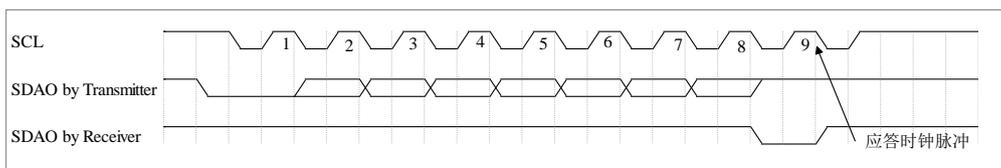
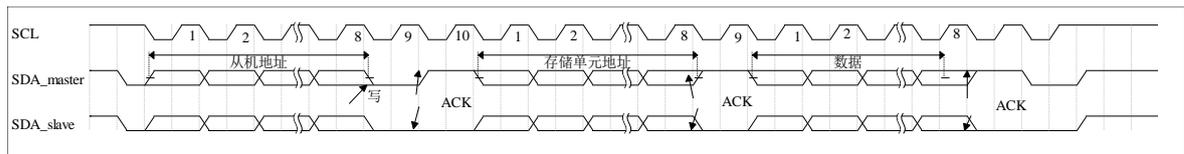
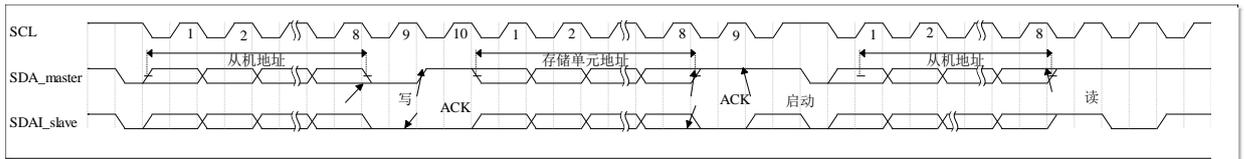
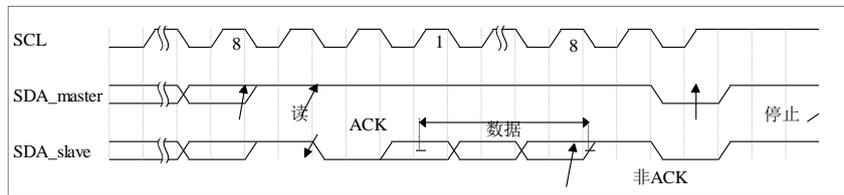

图 12-2 I2C 总线上应答时序图
图 12-3 I2C 写数据时序图
图 12-4 I2C 读指定地址数据的时序图 1
图 12-5 I2C 读指定地址数据的时序图 2 (时序接着上图)
- (1) 总线非忙状态 (A 段)：该段内的数据线 (SDA) 和时钟线 (SCL) 都保持高电平。
- (2) 启动数据传输 (B 段)：当时钟线 (SCL) 为高电平状态时，数据线 (SDA) 由高电平变为低电平的下降沿被认为是“启动”信号。只有出现“启动”信号后，其它的命令才有效。
- (3) 停止数据传输 (C 段)：当时钟线 (SCL) 为高电平状态时，数据线 (SDA) 由低电平变为高电平的上升沿被认为是“停止”信号。随着“停止”信号的出现，所有的外部操作都结束。
- (4) 数据有效 (D 段)：在出现“启动”信号后，在时钟线 (SCL) 为高电平状态时，数据线是稳定的，这时数据线的状态就是要传送的数据。数据线 (SDA) 上数据的改变必须在时钟线为低电平期间完成，每位数据占用一个时钟脉冲。每个数据传输都是由“启动”信号开始，结束于“停止”信号。
- (5) 应答信号：在接收到一个字节的的数据后，通常需要发出一个应答信号。在发出一个字节的的数据后，通常需要接收一个应答信号。发送方在应答时钟脉冲期间释放 SDA 线，接收方拉低 SDA 线，并且在 SCL 的高脉冲期间保持为 0，如图 12-2 所示。I2C 读写控制器必须有产生一个与这个应答位相联系的额外的时钟脉冲。在读操作中，读写控制器对 I2C 完成的最后一个字节不产生应答位，但是会有一个结束信号。
发送方：满足启动条件后，从 SDA 线先后串行写入 I2C_CTRL[i2c_saddr], I2C_CTRL[i2c_r_wn] = 0 写操作，应答，I2C_CTRL[i2c_maddr]，应答和 I2C_CTRL[i2c_data]、应答，最后是停止信号。参考图 12-3 I2C 写数据时序图。
满足启动条件后，从 SDA 线先后串行写入 I2C_CTRL[i2c_saddr]，I2C_DATA[i2c_r_wn]=0 写操作，应答信号，I2C_DATA[i2c_maddr]，应答。重新启动，I2C_CTRL[i2c_saddr]，I2C_DATA[i2c_r_wn]=1 读操作，应答。接收方回复读取的数据 I2C_DATA[i2c_data]，非应答，最后是停止信号。参考图 12-4 和图 12-5。
在数据传输过程中，若没有应答或产生其他错误，i2c_error 标志将被置位，如果设置 I2C_CTRL 寄存器中的 i2c_error_en 位，将产生中断。图 12-2 是 I2C 应答时序图，图 12-3 和图 12-4 分别是 I2C 的写数据和读指定地址数据的时序图。